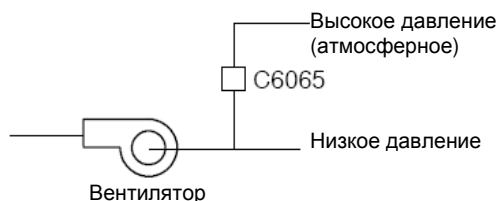

Рис. 1. Схема воздушного тракта
- Устройство должно прекратить работу, если происходит ограничение подачи воздуха или выпуска топливных газов, что приводит к опасному режиму горения. Возможна схема воздушного тракта, показанная на рис. 1 и 2.